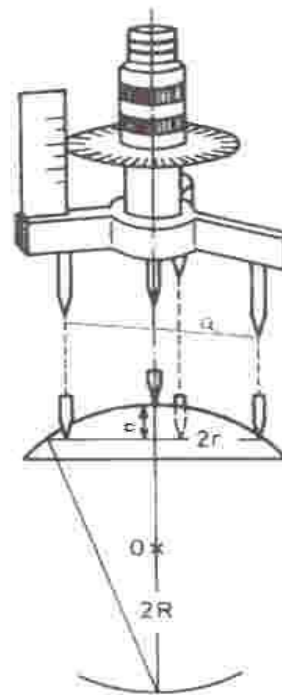

Fig.1-6
- 5) Para medir el radio de una superficie esférica, coloque el aparato sobre la misma, de manera que los tres pies del esferómetro estén en contacto con la superficie. Baje el tornillo hasta que toque justamente la superficie esférica. Cuando las cuatro puntas se apoyen en la superficie, la lectura del instrumento nos da la altura, c , del casquete esférico, (Fig. 1-6). Anote dicho valor, y para calcular el radio, R , aplique la expresión siguiente: